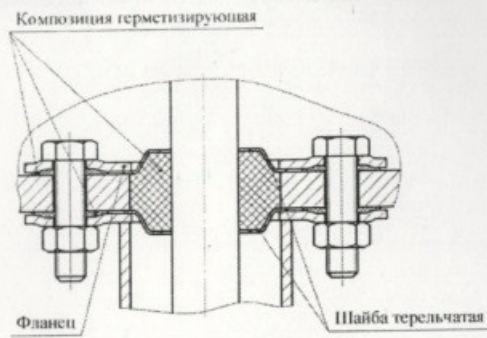

Рис. 2
2.1.11. Подвести предохранительную трубу (основание) к дну изделия, наживить гайки на болты и их затяжкой загерметизировать кабель (см. рис. 2). Избыточный материал выдавится через зазоры между кабелем и тарельчатыми шайбами в вершинах конусов, это свидетельствует об отсутствии пустот внутри объема конусов и о герметизации кабеля.